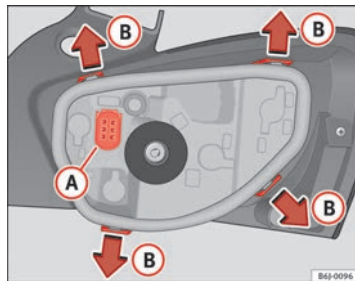

Abb. 162 Glühlampenersatz Rückleuchten
- Nehmen Sie den Lampenträger aus dem Gehäuse heraus. Drücken Sie dazu die Laschen **(B)** in Richtung der Pfeile ⇒ Abb. 162.